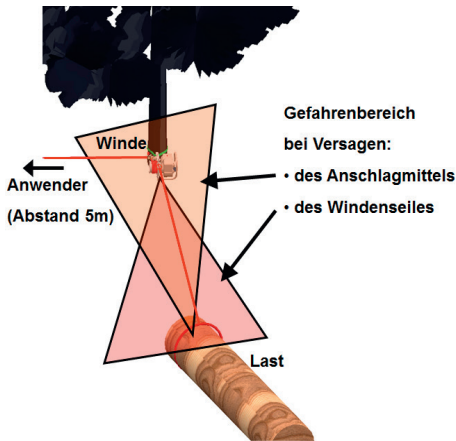
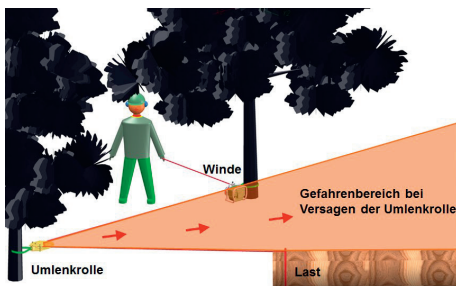

Abb. 1: Gefahrenbereiche bei Versagen des Anschlagmittels bzw. des Windenseils
Abb. 2: Gefahrenbereich bei Versagen einer verwendeten Umlenkrolle
13. Der Aufenthalt unter schwebenden oder abschüssigen Lasten sowie innerhalb des Seilwinkels (Abb. 1 u. Abb. 2) ist verboten.
Die in Abb. 1 und Abb. 2 gezeigten Gefahrenbereiche sind vor der Inbetriebnahme der Winde ausreichend zu sichern. Halten Sie beim Bedienen der Winde mindestens 5m Abstand zur Winde.
Stellen Sie vor der Arbeit sicher, dass die Gefahrenzone geräumt ist (s.Abb.2).